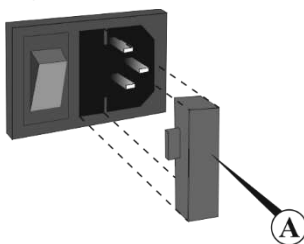

Рисунок 3. Замена предохранителя
- 8.4. **Замена предохранителя.** Отсоедините прибор от сети, извлеките сетевой кабель из разъема на задней панели прибора. Откройте держатель предохранителя (рис. 3/А), выдвинув его. Проверьте предохранитель и при необходимости замените: тип предохранителя М 3.15 А (тип **М** – вид предохранителя).